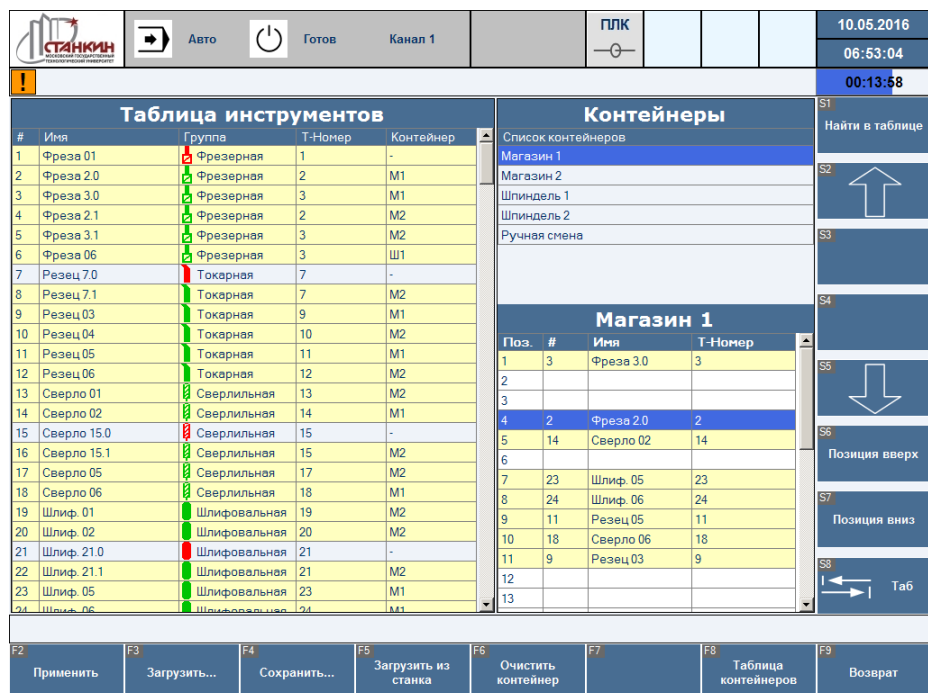

Рисунок 16 – Экран управления инструментами (активно окно в правой нижней части экрана)
3. Если активно окно контейнера, выбранного в окне «Контейнеры» («Магазин 1») в правой нижней части экрана на Рисунок 16):